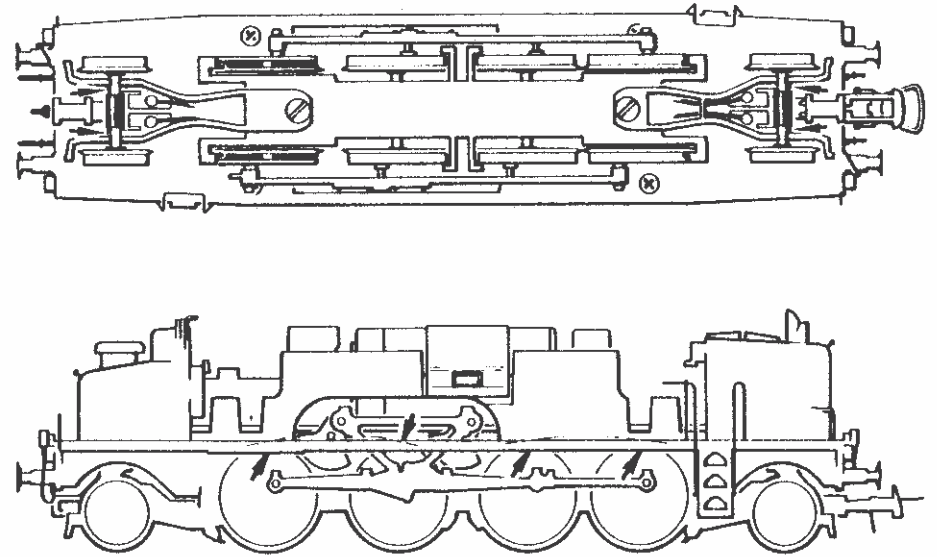

Fig. 4
3. Haftreifenwechsel: Zuerst die Kurbelzapfen entfernen (Fig. 4). Danach die **Haftreifen** mit einer Nadel od. mit einem feinen Schraubendreher abziehen (Fig. 7). Beim Aufziehen der neuen Haftreifen darauf achten, dass diese sich nicht verdrehen.
3. Change of traction tyre: Remove the crank shaft pin (fig. 4). Then remove **traction tyre** using a pin or a fine screwdriver (fig. 4). When pressing on the new traction tyre please **avoid twisting it**.
3. Échange des bandages d'adhérence: Retirez le pivot de manivelle (fig. 4). Délogez ensuite les essieux bandages et enlevez, à l'aide d'une aiguille ou d'un tourne-vis les bandages d'adhérence. Lors du montage des nouveaux bandages veuillez à ce que les bandages ne soient pas tordus